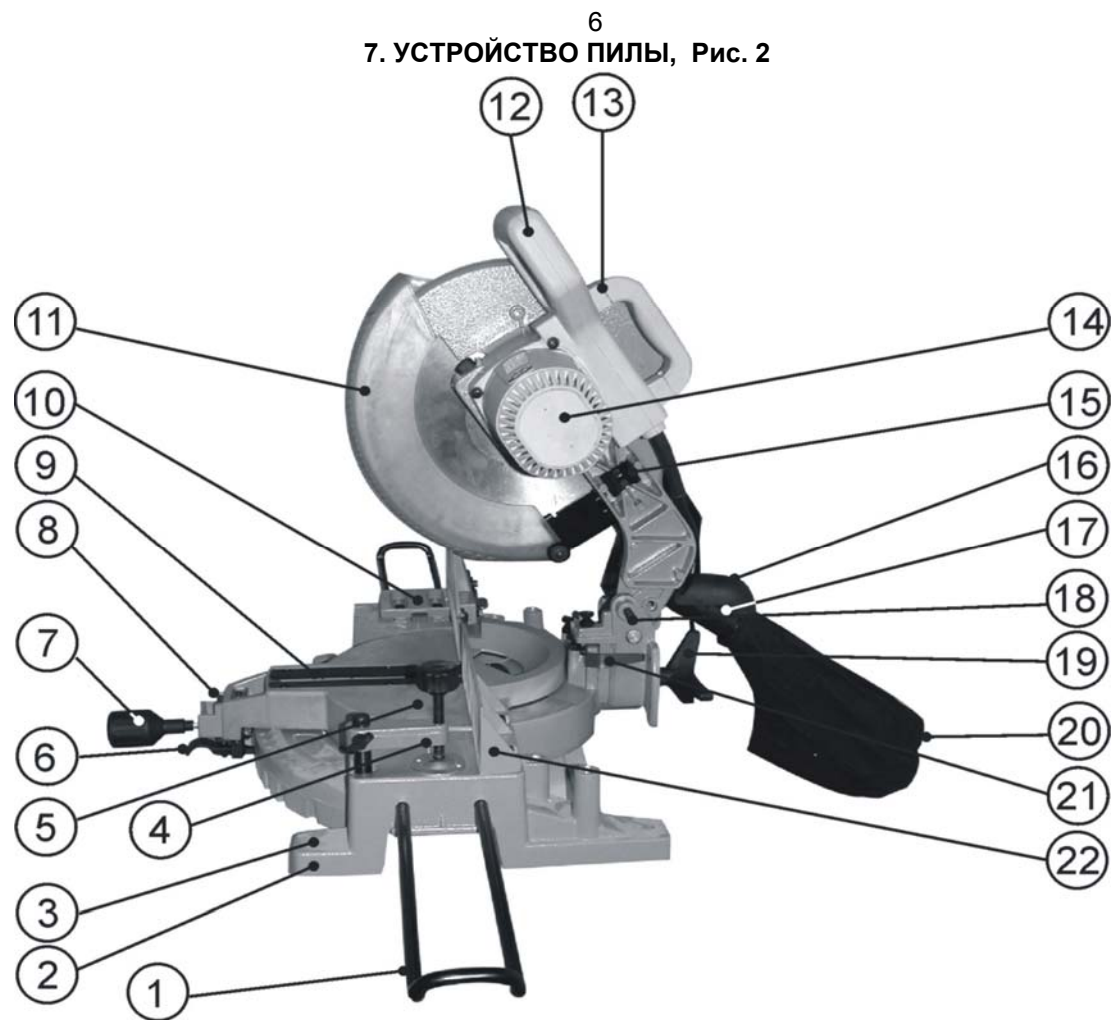
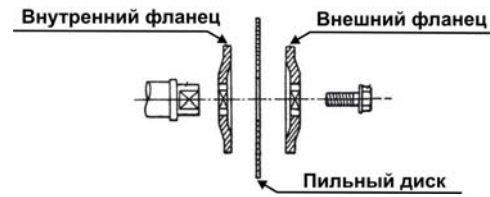
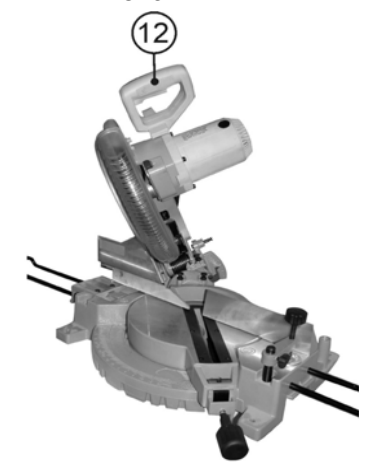

Рис. 2
Рис. 13
Рис. 4
7. УСТРОЙСТВО ПИЛЫ, Рис. 2
8.1. Закрепите поворотный стол (5) с помощью винта фиксации поворотного стола (7) и затяните винт фиксации наклона пилы (19). При транспортировке пилы полностью опускается рукоятка пилы (12) и фиксируется в нижнем положении с помощью стопорной шпильки (18). Транспортировка пилы производится непосредственно за транспортную ручку (13), Рис.2.
9.1.1. Закрепите пилу болтами на ровной и устойчивой поверхности верстака. С этой целью станина (2) пилы имеет четыре отверстия (3). Это обеспечивает устойчивость пилы и безопасность эксплуатации, предотвращает возможность травматизма, Рис.2.
9.2.1. На станине (2) предусмотрены гнезда установки вертикальной струбцины (4). Вертикальная струбцина (4) может быть установлена в станине (2) как слева, так и справа от места распиливания, Рис. 2.
14.2. Установка пильного диска. Установите пильный диск в соответствии с последовательностью, указанной Рис.13 так, чтобы зубья пильного диска были направлены вниз в передней части пилы, Рис.2. Затяните болт крепления (39), Рис.12, вращением против часовой стрелки, придерживая в нажатом положении кнопку фиксации (34) пильного диска (30), Рис. 8.
9.3.1. Перед намеченной операцией определите размер от места распиливания до концов заготовки. Если этот размер превышает 0,55 м, то необходимо установить дополнительные выдвжные опоры (1) с одной или с обеих сторон в специальные отверстия в станине (2) пилы, Рис.2.
10.1. Поднимите вверх крышку (16). На патрубок пылесборника (17) наденьте пылесборник (20), Рис.2.
Используйте пылесборник (20) во время пиления для более аккуратной работы и легкого удаления опилок из рабочей зоны. Когда пылесборник (20) наполнится наполовину, отсоедините его от патрубка пылесборника (17) и освободите от содержимого, расстегнув молнию и слегка встряхнув для удаления опилок, Рис.2.
10.2. При использовании пилы в продолжительном режиме работы целесообразней патрубок пылесборника (17) соединить с пылесосом для сбора стружки и древесной пыли при работе (см.раздел 20, Рис.2).
11.1. Приведение пилы в верхнее положение (Рис.2)
11.2.1. Ослабьте винт фиксации поворотного стола (7), удерживая рычаг фиксации (6) в верхнем положении за головку винта фиксации поворотного стола (7). Поворачивайте поворотный стол (5) на необходимый угол установки, Рис.2.
11.2.2. Поверните стол до совмещения значения угла поворота, нанесённого на поворотном столе (5), с указателем в узле установки поворотного стола (8), Рис.2.
11.3.1. Для изменения угла наклона пиления, удерживая пилу за рукоятку (12), Рис.4, ослабьте установку винта фиксации наклона пилы (19), Рис.2, наклоните пилу влево на предполагаемый угол пиления, контролируя угол по показаниям шкалы (24) и указателя (21), Рис.5. Закрепите положение винтом фиксации наклона пилы (19), Рис.2.
14.1.3. Нажмите на кнопку фиксации пильного диска (34), Рис.8. Используя входящий в комплект к пиле ключ (E), Рис.1, отверните болт крепления пильного диска (39), Рис.12, поворачивая его по часовой стрелке (при этом, пильный диск не должен вращаться). Снимите внешний фланец и пильный диск, Рис.13.